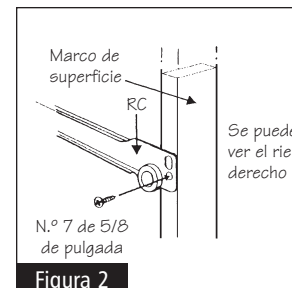

Figura 2
Coloque el conjunto de los rieles derecho (RC) e izquierdo (LC) en el gabinete. Consulte la figura 2 para ver la apariencia y la posición del riel derecho (RC). Inserte las espigas de las abrazaderas de plástico posteriores en los orificios de la parte trasera del gabinete. Coloque cada uno de los rieles en la posición correcta y atorníllelos al MARCO del gabinete frontal usando los tornillos FHP N.º 7 de 5/8 de pulgada. Asegure los rieles al marco frontal atornillando en el agujero inferior del riel y en los agujeros guía el marco. La cabeza del tornillo debe estar a ras con el riel.